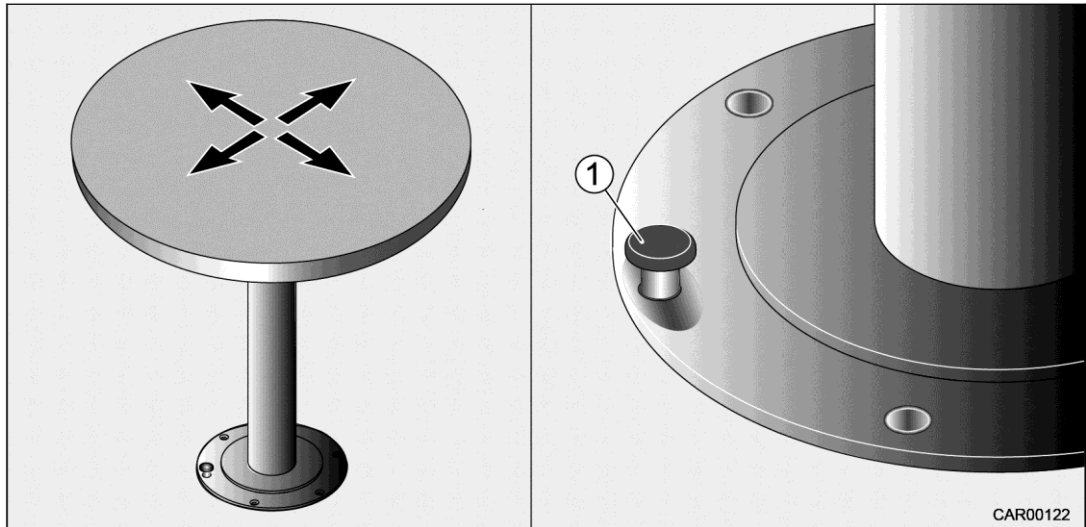

Fig. 74 Table coulissante (actionnement avec pédale)
1. Appuyer sur la pédale (Fig. 74/1).
3. Relâcher la pédale (Fig. 74/1) pour bloquer le dessus de table.